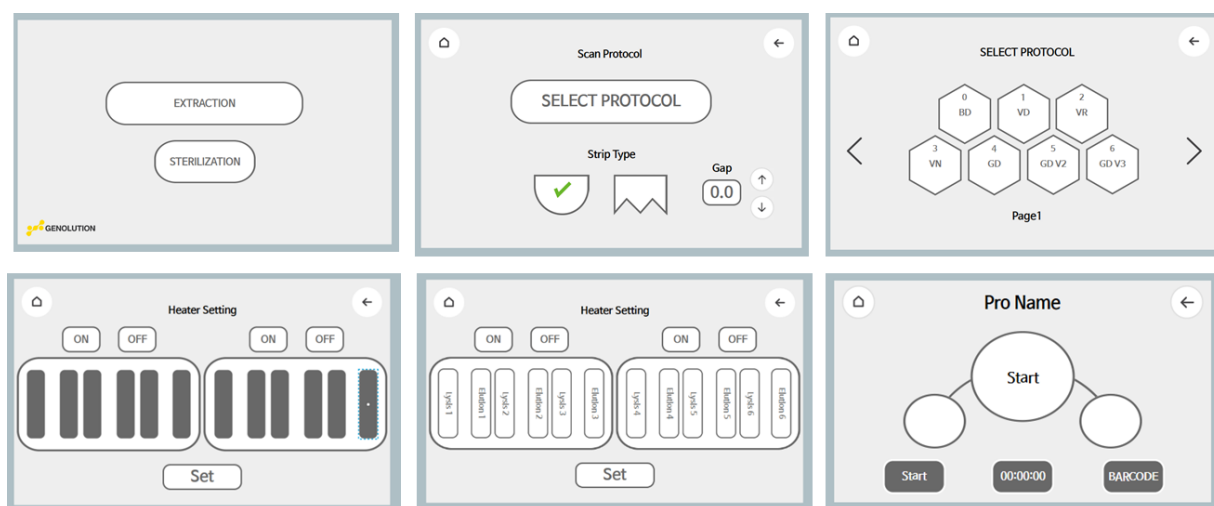

Figura 5: Pantallas de configuración del protocolo
7. Seleccione Extraction → Seleccione Strip Type redonda → Seleccione Protocol → Seleccione VN → Toque el botón de ON/OFF para seleccionar la región de calentamiento para el cargador de placas izquierdo y derecho → Presione el botón Set para completar la configuración → START (Figura 5)